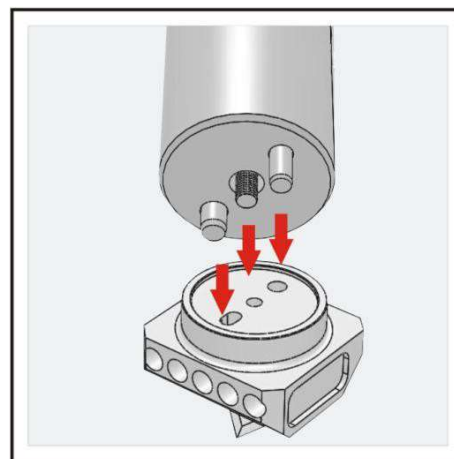

Рис. 24
- На креплениях косых ножей имеются два различных цилиндрических штифта, в которые легко вставляются соответствующие цилиндрические штифты, иначе это приведет к невозможности установки или повреждению деталей и другим проблемам. Крепление косого ножа и косая турель должны полностью стыковаться (рис. 24).